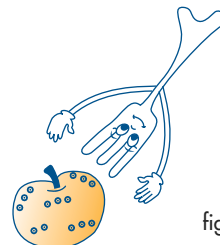

fig. 9
- Haal ook de draaischijf (I) en zijn beschermingen uit de oven. Controleer of de pin van de draaischijf (D) correct in de uitsparing in het midden van de draaischijf zit.
- 6) **Nadat het apparaat op het werkvlak geplaatst is, controleren dat er een ruimte van ongeveer 5 cm overblijft tussen de omtrek van het apparaat en de muren aan de zijkant en aan de achterkant, en een vrije ruimte van minstens 25 cm aan de bovenkant van de oven (fig. 9).**
- 4) **Etenswaren met een vel, schil of schaal (bijvoorbeeld: appels, aardappelen, tomaten, worst, vis) dienen met een vork ingeprikt te worden op meerdere plaatsen, zodat de damp kan ontsnappen en het vel of de schil niet openbarst (fig. 9).**